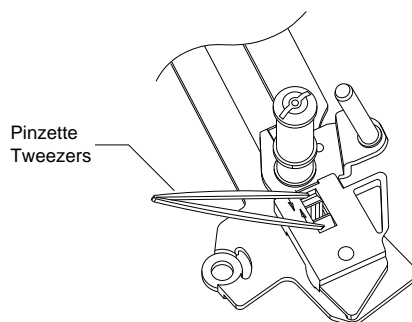
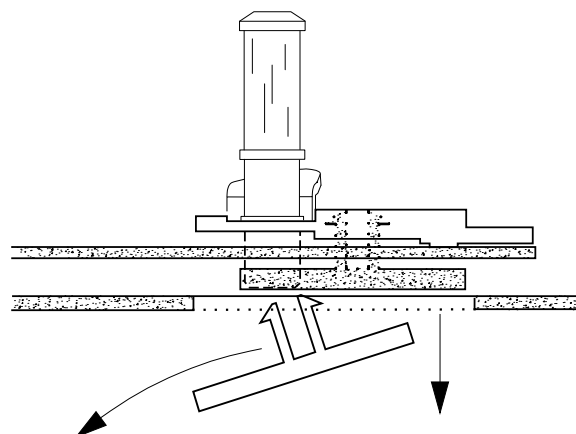

Fig. 14
Fig. 15
- Mit einer Pinzette die beiden Schnapphaken zusammendrücken und die Umlenkrolle von der Platte (Fig. 14) abnehmen.
- Compress the two snap hooks by means of tweezers and remove the reverse roller from the holding plate (Fig. 14).
- Mit einer Pinzette die beiden Schnapphaken zusammendrücken (Fig. 14) und die Umlenkrolle "A" von der Platte "B" abnehmen (Fig. 15).
- Fädelarmlinks aus der Platte aushängen und diese durch die Aussparung im Chassis nach unten aus dem Laufwerk entfernen (Fig. 15).
- Unhook the tension arm spring (pos. 11) to avoid the tension arm spring being pre-loaded.
- At the bottom side of the tape deck, partially unhinge the sensor print and remove the tension lever (pos.112).
- Compress the two snap hooks by means of tweezers (Fig. 14) and remove the reverse roller "A" from the plate "B" (Fig. 15).
- Release the loading arm (left) from the holding plate and withdraw the latter through the cutout in the chassis (Fig. 15).